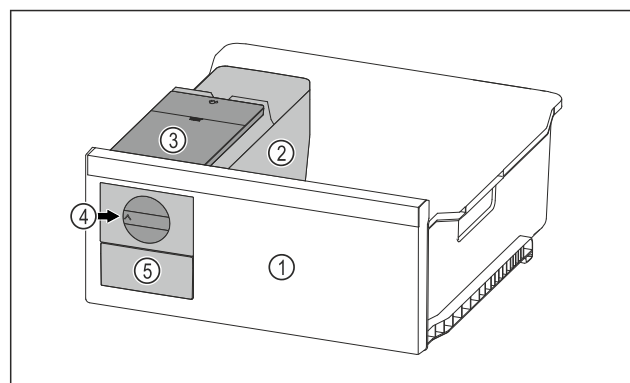

Fig. 128 Immagine a titolo di esempio
- Ruotare la manopola Fig. 128 (4) verso destra finché non si arresta.
- I cubetti di ghiaccio cadono dalla ciotola dei cubetti di ghiaccio nel cassetto dei cubetti di ghiaccio Fig. 128 (5). Se non tutti i cubetti di ghiaccio fuoriescono dalla ciotola dei cubetti di ghiaccio: